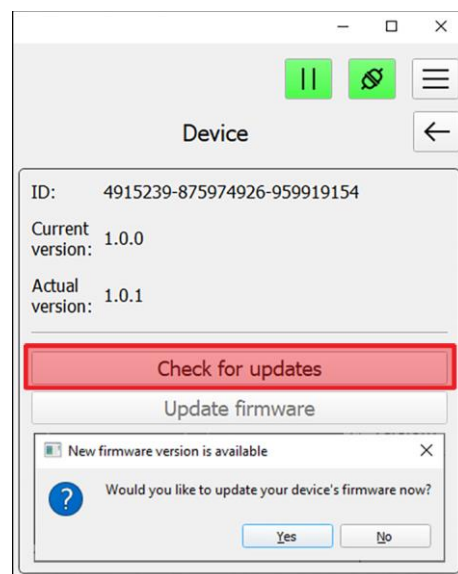

Рисунок 12.1 – Информация о приборе
11.2.1. Войдите в раздел **Device (Устройство)** главного меню (Рисунок 12.1). В меню отображается информация о вашем приборе:
- уникальный идентификатор (ID) вашего прибора, подключенного к ПК;